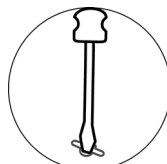

Рисунок 3
7.4 Замкните проводящим предметом контакты RESET (рис.3) на плате до появления индикации «Связывания».